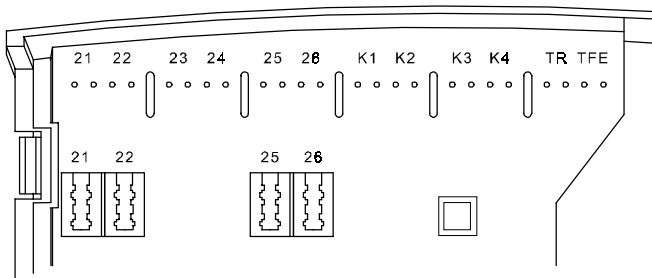

Abb. 4: Anschlußstifte und TAE-Buchsen der T-Concept X311
TAE-Buchsen der T-Concept X311 gesteckt oder über die zugehörigen Stiftleisten angeschlossen werden (siehe Abb. 4). Bei Verwendung der TAE-Buchsen der T-Concept X311 sind die jeweils zugehörigen Anschlüsse der Stiftleiste abgeschaltet.
Der Anlage sind 6 vierpolige Anschlußklemmen beigelegt. Die vierpoligen Klemmen sind für den Anschluß der Telefone (21-26) sowie der Kontakte (K1-K4), der Türsprechstelle (TFE) und des Klingeltransformators (TR) vorgesehen. Abb. 4 zeigt die einzelnen Steckplätze. Die Bezeichnungen sind auf das Gehäuse aufgeklebt.